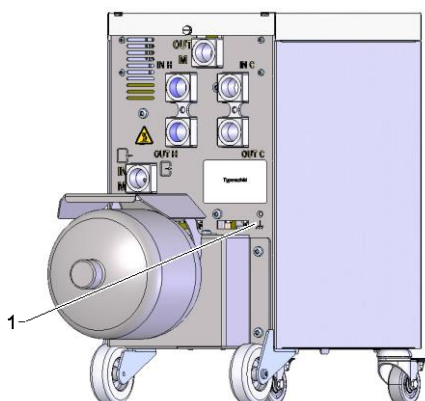

Fig. 17: Funktionsjord
Store EMC-fejkilder i nærheden af skifteenheden kan påvirke dens funktion. I så fald skal skifteenhedens kabinet jordes med et jordkabel (tilslutningspunkt for funktionsjord, se: (1) Fig. 17).